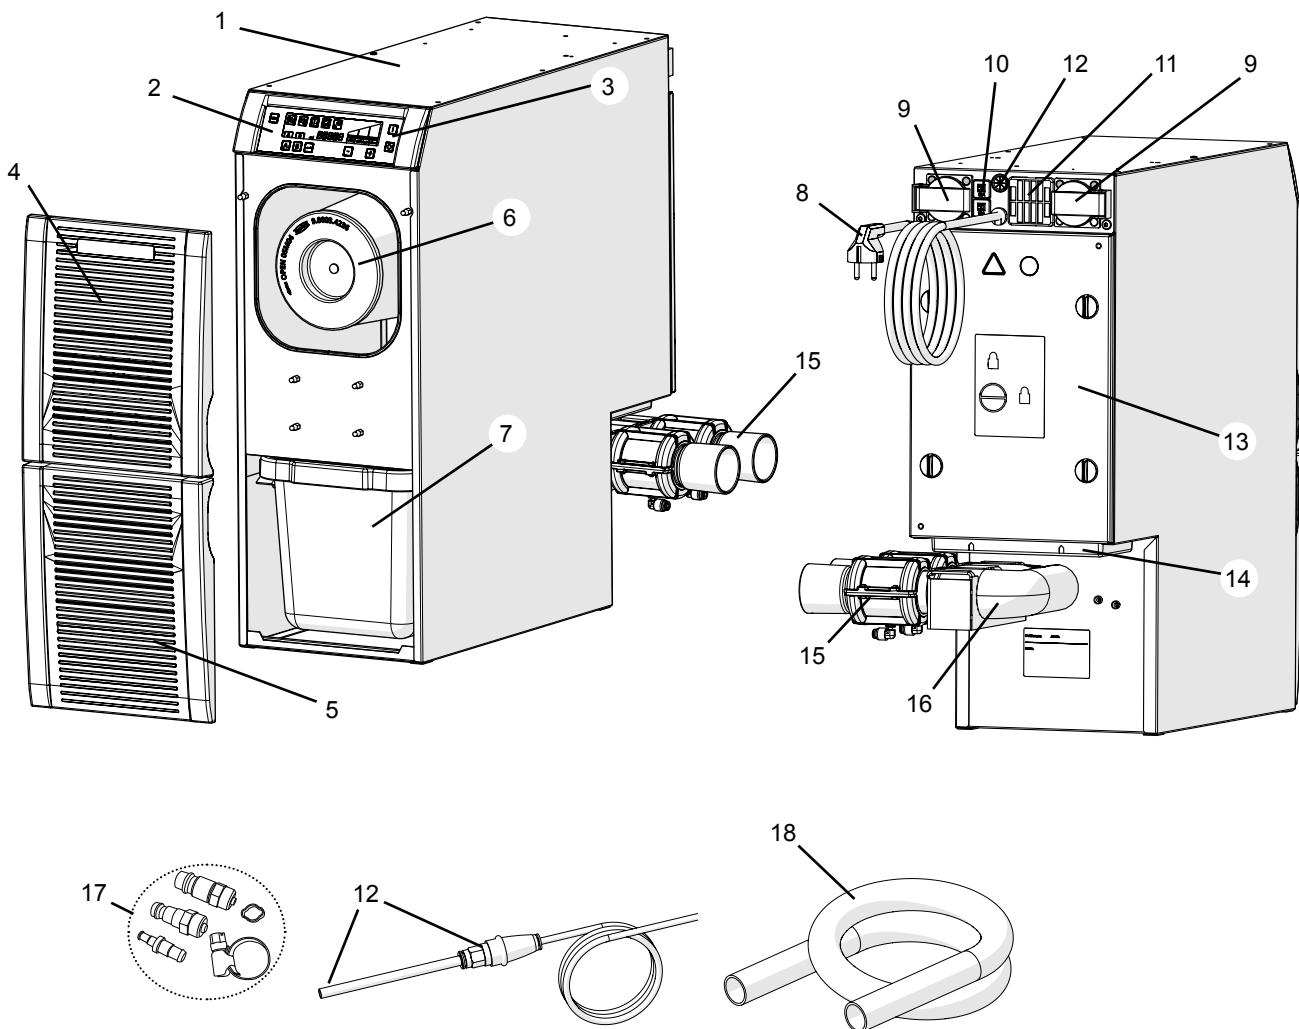

Bild 1
- frånluftsutloppet (14, bild 1) är inte blockerat.
- ⇒ Stäng av enheten med strömbrytaren (3, bild 1).
- ⇒ Välj en lämplig slangkoppling från den bifogade anslutningssatsen (17, bild 1) och fäst den på slangen ände.